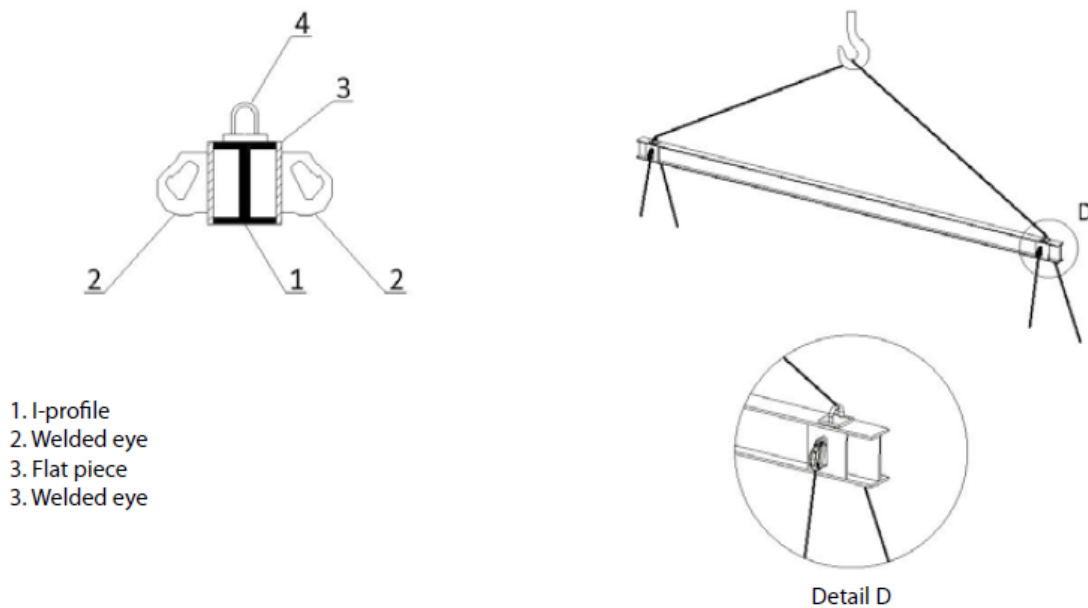

Figure 3 – Recommended design of handling horizontal bar
- Barre de manutention avec points de manutention, voir Figure 3
- Fixez l'accessoire de levage à la barre de manutention, voir Figure 3
- Fixez le crochet de la grue à la barre de manutention, voir Figure 3
- FIXEZ L'ACCESSOIRE DE LEVAGE À LA BARRE DE MANUTENTION, VOIR Fig. 3
- FIXEZ LE CROCHET DE GRUE À LA BARRE DE MANUTENTION, VOIR Fig. 3